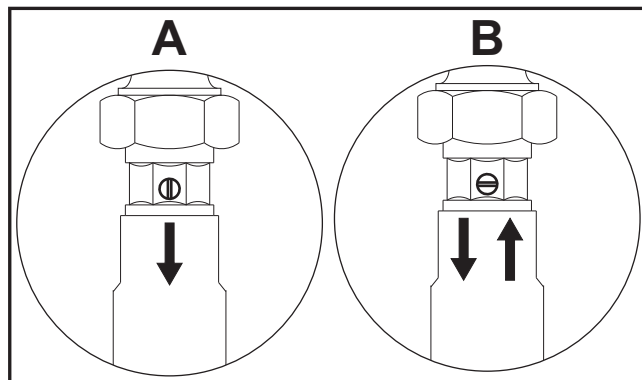
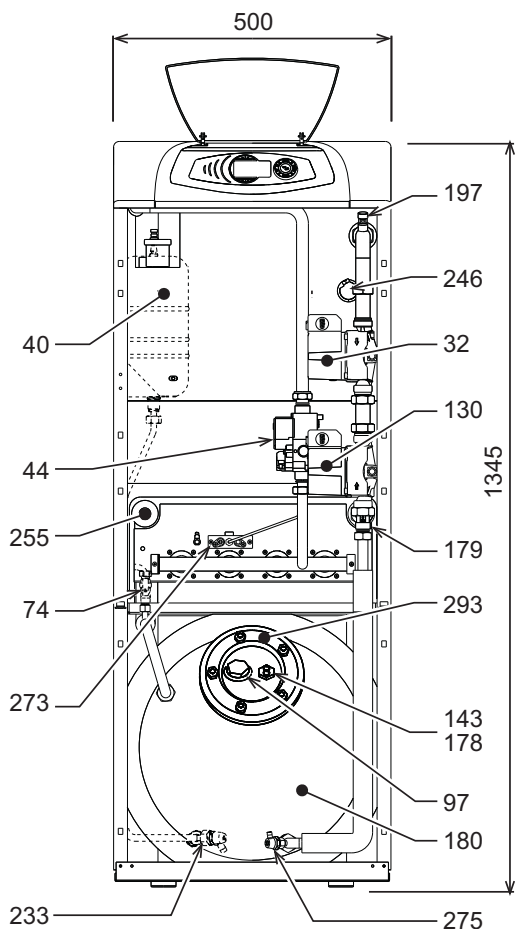

fig. 21
fig. 24 - Dimensions et composants principaux
- Pour vider complètement l'installation de chauffage, utiliser le robinet 275 fig. fig. 24 après avoir débloqué les obturateurs des deux clapets anti-retour rep. 179 fig. 24 (voir également fig. 21). Utiliser comme évent les papillons des radiateurs. Si la chaudière est reliée au circuit par des volets de service, contrôler leur ouverture complète. Si la chaudière est située en un point plus haut que les radiateurs, la partie du circuit comprenant ces derniers doit être purgée séparément.
- Pour vider uniquement l'eau contenue dans la chaudière, fermer les vannes d'arrêt et ouvrir complètement le robinet (255 - fig. 24). Débloquent ensuite les obturateurs des clapets anti-retour (179 - fig. 24). Ouvrir le robinet 197 fig. fig. 24).